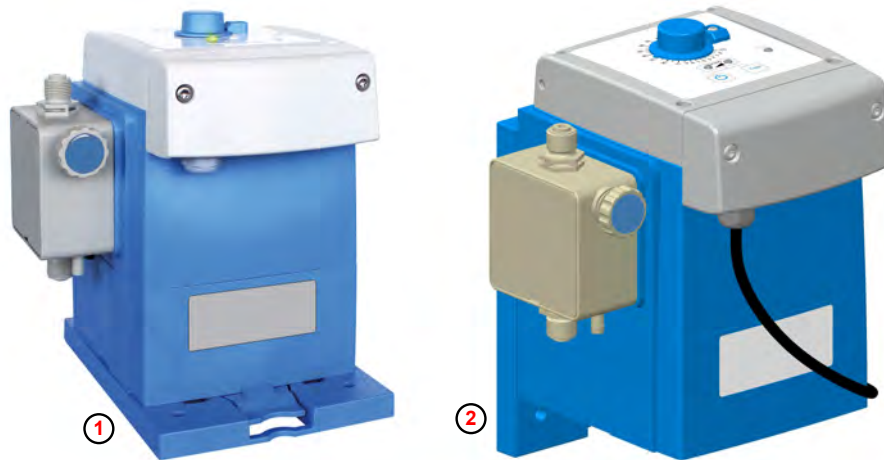

Fig. 3: Montaje en mesa y montaje en pared
① Montaje en mesa
② Montaje en pared
La bomba puede montarse con la placa de montaje tanto de pie (p. ej. sobre una consola o sobre el depósito de dosificación ( Fig. 3 , ① ), como suspendida en una pared ② .